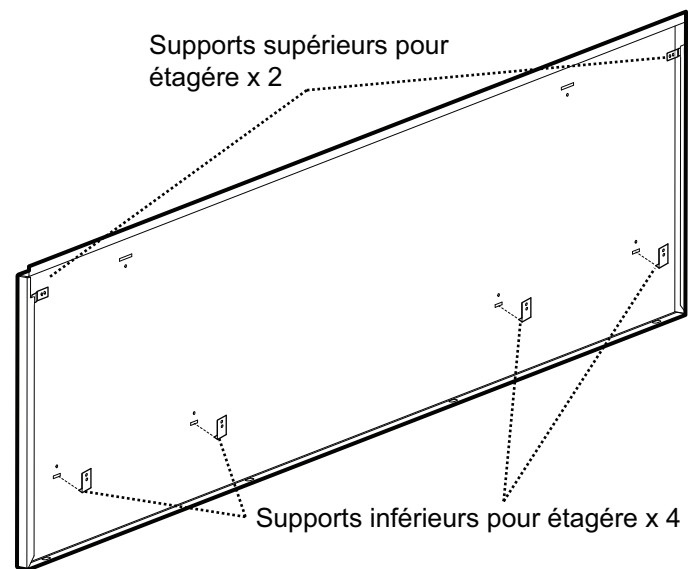

Figure 19 : Dos de la plaque murale
- Installez les deux supports supérieurs pour étagère et les trois supports inférieurs pour étagère aux endroits indiqués sur les gabarits. Fixez-les en place à l'aide des (10) vis de 1 po (25,4 mm) fournies.
- Faites glisser l'ensemble de l'étagère vers le haut jusqu'à ce que la partie inférieure s'enclenche dans les quatre supports inférieurs (Figure 19).